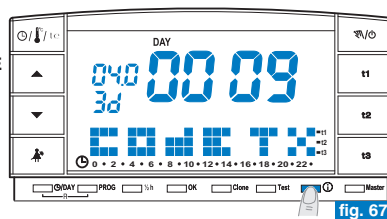

fig. 67
- Dalla videata precedente (fig. 65) premere un'altra volta il tasto : sul display apparirà il serial number che viene trasmesso dal cronotermostato ogni volta che avviene una trasmissione dati (esempio in fig. 67).